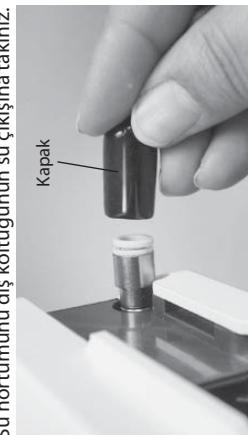

Fig.4
- 1) Şebekede suyu konnektörünün kapaplığını söküñüz. (Fig. 4)